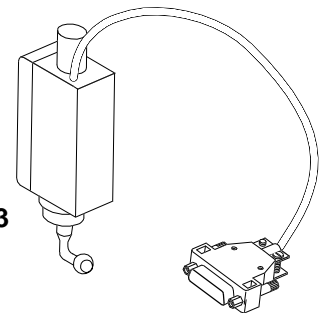

Abb.7.3
**Sollwertgeber** SWG2 (Abb. 7.3)